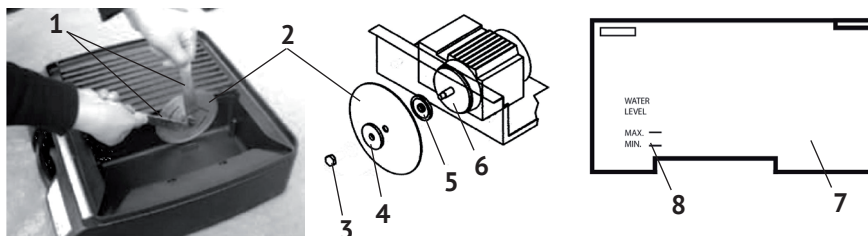

рис. 3
2.1.3 Установка отрезного круга. Для установки (замены) круга (см. рис.3):
- вынуть, потянув вверх, защитную пластину круга (рис.3 поз.7);
- зафиксировав ключом вал якоря двигателя (рис.3 поз.6), открутить зажим-
ную гайку (рис.3 поз.3);
- снять (при замене) с вала прижимной фланец (рис.3 поз.4) и круг (рис.3 поз.2);
- очистить опорный (рис.3 поз.5) и прижимной (рис.3 поз.4) фланцы, защитную пластину;
- заполнить лоток водой, контролируя уровень по рискам (рис.3 поз.8) на защитной пластине круга (рис.3 поз.7);